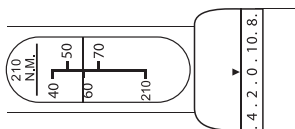

Fig. 1
- Impostare la scala principale sul valore contrassegnato con la linea trasversale "60" e la scala micrometrica su "0". Ora la chiave torsiometrica è impostata su 60 Nm (fig. 1).